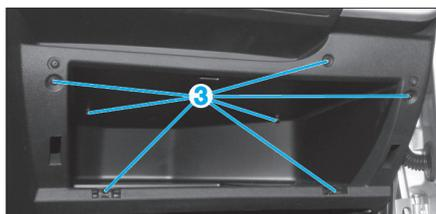

Fig. 7
- les vis Torx de 20 (3) puis les agrafes de charnière (Fig.7).